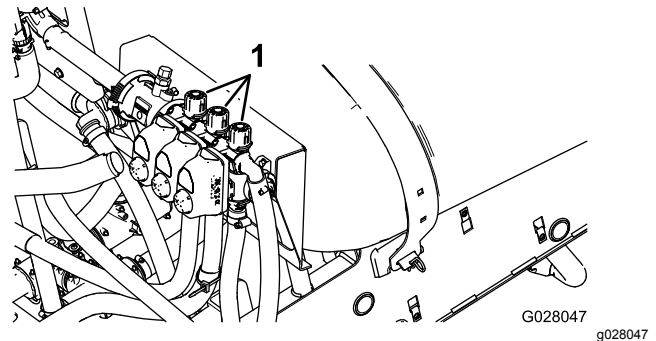

Figura 18
2. Spegnete la sezione sinistra e regolate la manopola di bypass della sezione (Figura 18)
4. Regolate la manopola di bypass della sezione destra (Figura 18) fino a quando la pressione visualizzata non corrisponde al livello precedentemente regolato (normalmente 2,75 bar).
6. Regolate la manopola di bypass della sezione centrale (Figura 18) fino a quando la pressione visualizzata non corrisponde al livello precedentemente regolato (normalmente 2,75 bar).